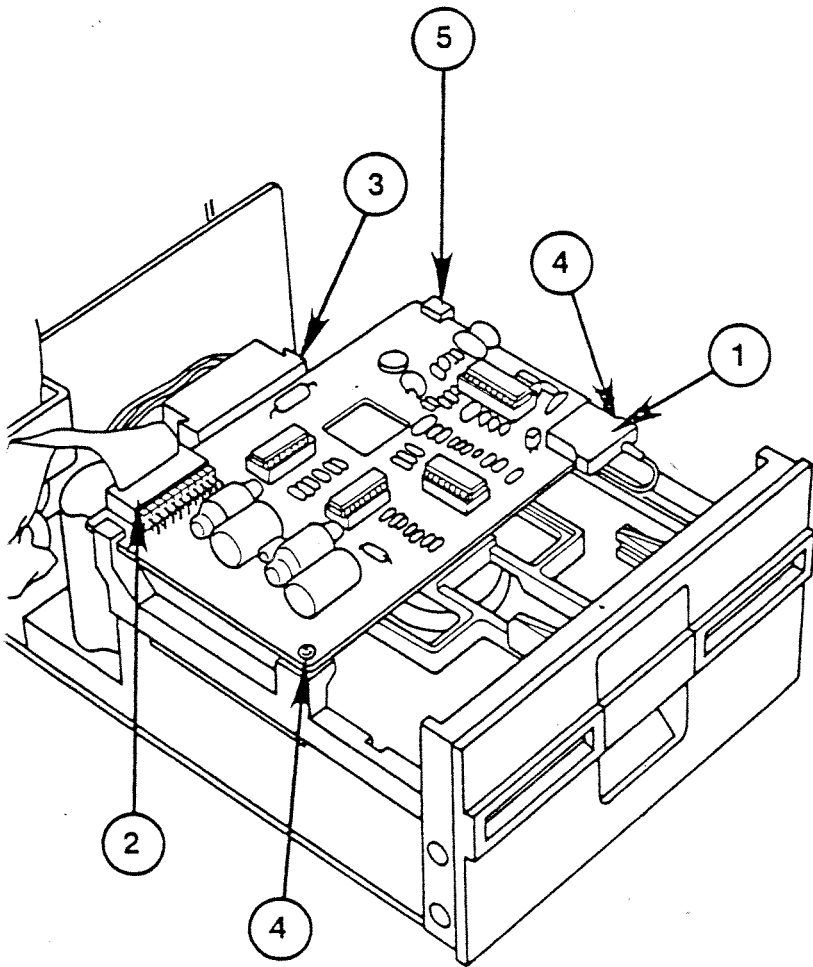

FIGURE 2
3. Entfernen Sie vorsichtig den Stecker für den Schreib-/Lesekopf von der Vorderseite der Analogkarte (Abbildung 2, #1).
8. Schieben Sie die Karte an ihren Platz in der Führung im hinteren Haltpfosten (Abbildung 2, #5).